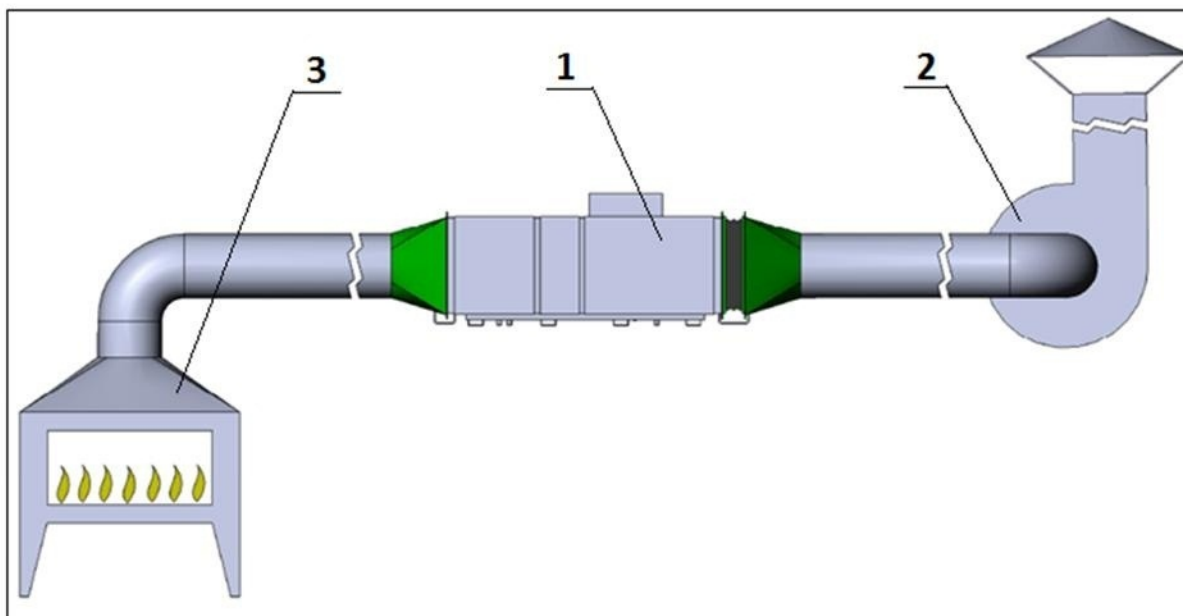

Рис. 5. Общая схема расположения Дымофильтра в вентиляционной системе:
- e. Включить вентилятор вентиляционной системы (Рис. 5, поз.2);
- b. Выключить вентилятор вентиляционной системы (Рис. 5, поз.2);